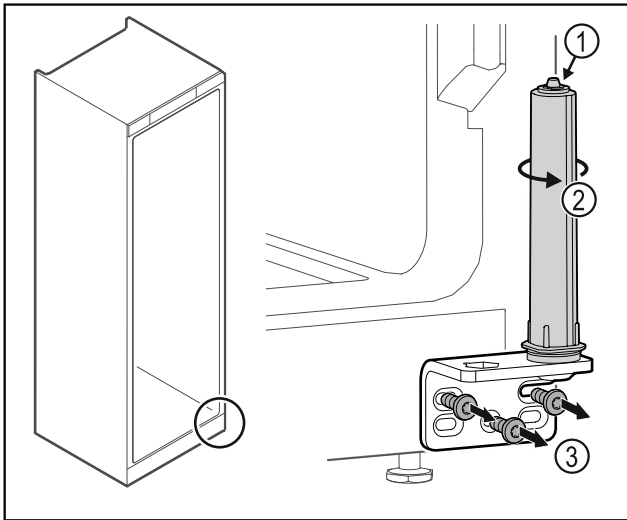

Fig. 33
- ▶ Не розбирати систему закриття дверей Fig. 33 (1).
- ▶ Повертати систему закриття Fig. 33 (2) до клацання.
- ▶ Відкрутити шарнірний кутик Fig. 33 (3).